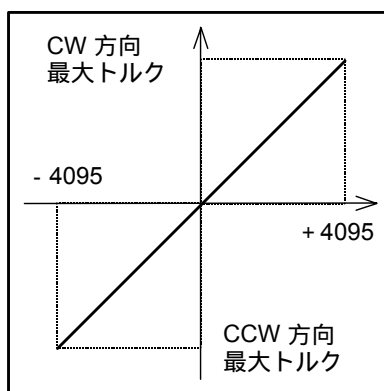

図 6-30：運転指令
- DC 命令のデータとモータ出力トルクの関係は図 6-30 のとおりです．